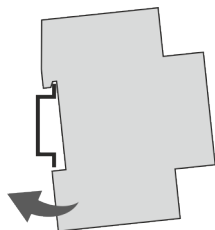

Bild 4: Montering på DIN-skena
1. Sätt fast kanalutökningen uppifrån på DIN-skenan (Bild 4) och tryck den bakåt tills den hakar fast.